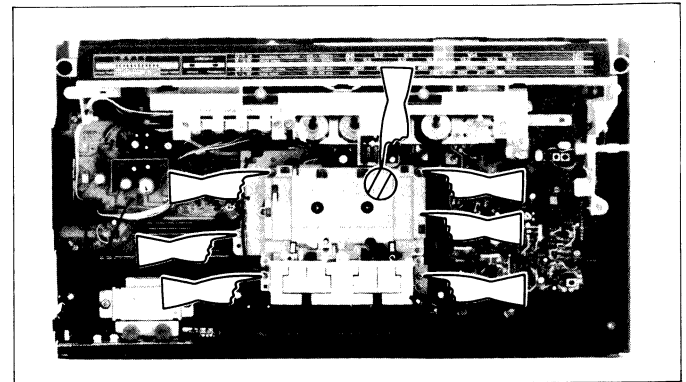

Figure 5-2 Abbildung 5-2
1. Detach the decoration plate and counter belt, and remove five screws retaining the mechanism block. (See Fig. 5-2.)
1. Die Zierplatte und den Zählerantriebsriemen entfernen. Dann die fünf Schrauben, mit denen der Mechanismusblock befestigt ist, entfernen. (Siehe Abb. 5-2.)
1. Déposer la plaque décorative et la courroie du compteur, et enlever les cinq vis de retenue du block du mécanisme. (Voir la Fig. 5-2.)